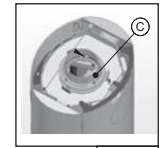

Abb. 4
Nach Abnehmen der Topplatte wird der am Ofenkorpus angeschraubte Abgasanschlussstutzen (Abb. 4) sichtbar. Demontieren Sie diesen durch Lösen der innenliegenden Sechskantschrauben (SW 13). Nun entfernen Sie den Blinddeckel (D) (Abb. 5) am rückseitigen Verkleidungsblech zur Durchführung des Abgasrohrs. Je nach Modell muss hierzu die Perforierung durchbrochen oder 2 Befestigungsschrauben gelöst werden.
Der nun sichtbare Blinddeckel (E) (Abb. 6) muss anhand der innenliegenden Verschraubungen (SW13) gelöst werden und gegen den vorab demontierten Abgasstutzen (C) (Abb. 4) getauscht werden. Den demontierten Blinddeckel (E) bringen Sie am oberen Abgasabgang an, um diesen zu verschließen (Abb. 7) (Verschraubung SW13).